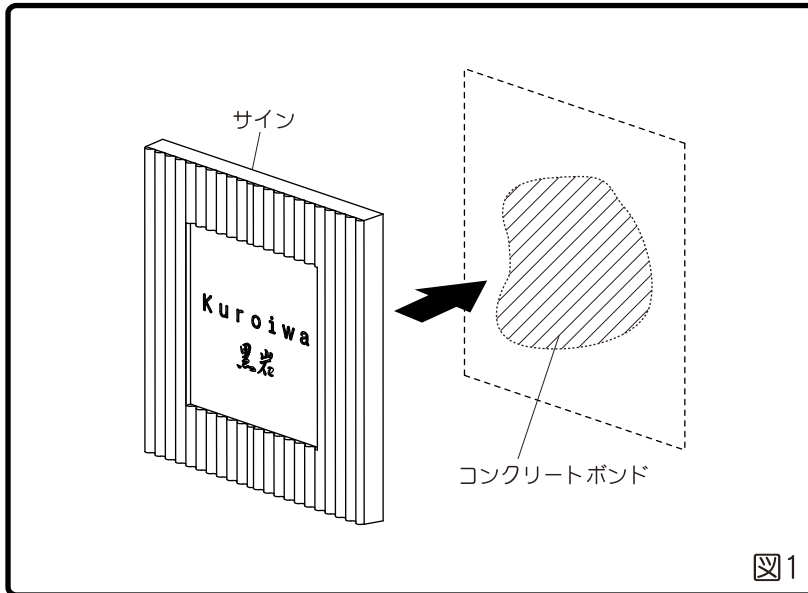

図1
- 【1】サインを取付ける位置を決定します。(図1)
- 【2】コンクリートボンドで接着します。(図1、2)